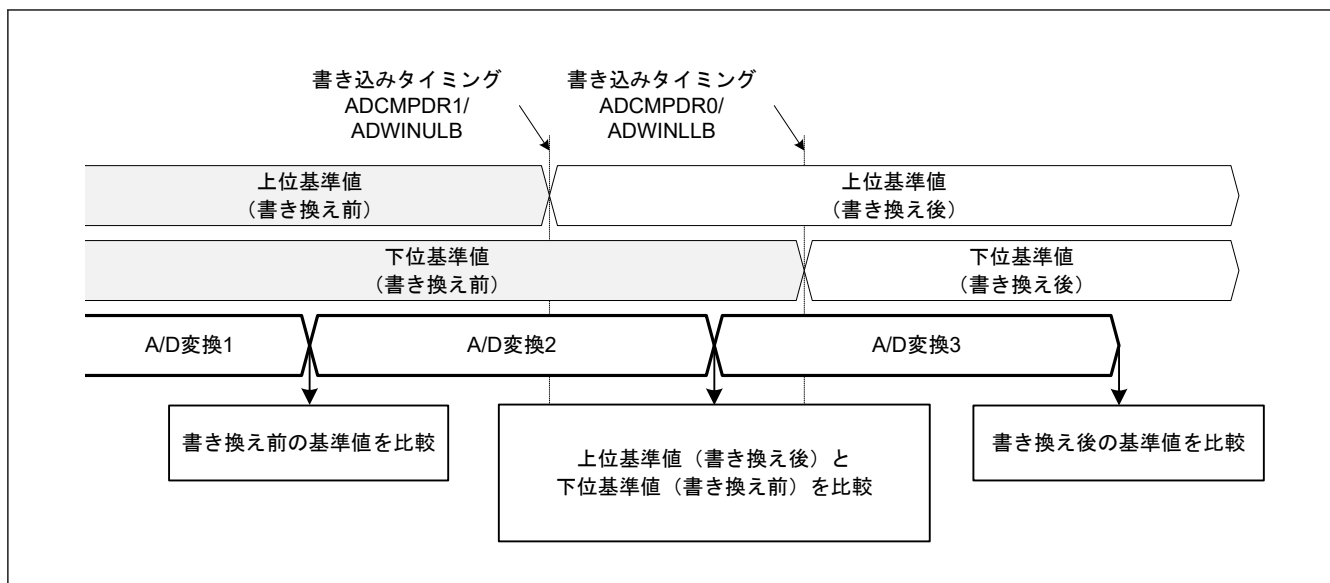

図 29.5 書き換え前後の上側基準値と下側基準値の比較
- 注 1. 下側基準および上側基準は、それぞれのレジスタが書き込まれる時に変更されます。たとえば上側基準値が変更され、下側基準値が変更中の場合、本 MCU は上側基準値（変更後）と下側基準値（変更前）を A/D 変換結果と比較します。図 29.5 を参照してください。2 つの基準値の書き換え時に比較エラーとなった場合、ADCSR.ADST および関連するコンペアウィンドウ動作許可ビット (ADCMPCR.CMPAE または ADCMPCR.CMPBE) がどちらも 0 のときに、それらの基準値を書き換えてください。